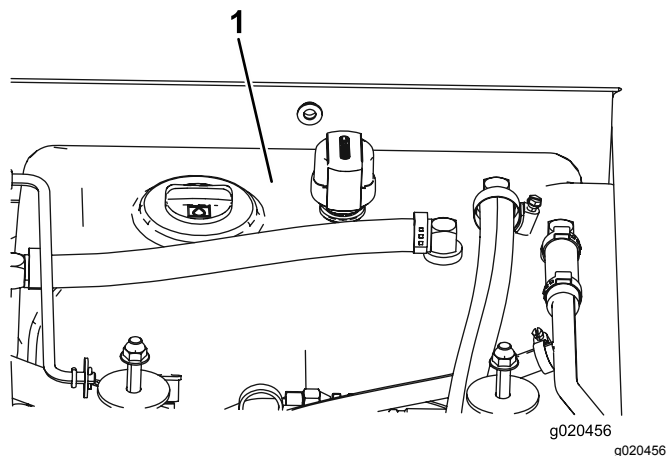

Figura 105
- Encha o reservatório (Figura 105) com fluido hidráulico; consulte Verificar o fluido hidráulico \(página 73\).